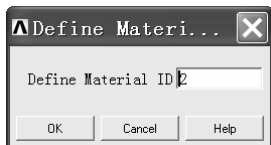
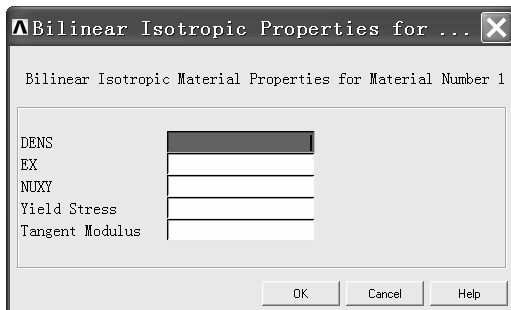

图 3-166 “Define Materi...” 窗口
图 3-167 “Bilinear Isotropic Properties for ...” 窗口
(3) 在“Bilinear Isotropic Properties for ...”窗口中的“DENS”方框处写入“7850”，在“EX”方框处写入“2.1e11”，在“NUXY”方框处写入“0.3”，在“Yield Stress”方框处写入“2e8”，在“Tangent Modulus”方框处写入“2e9”。以上输入表示材料的密度为 7850kg/m^3 ，杨氏模量为 $2.1 \times 10^{11}\text{Pa}$ （注意 2.1e11 表示 2.1×10^{11} ），泊松比为 0.3，屈服应力为 $2 \times 10^8\text{Pa}$ ，切线模量为 $2 \times 10^9\text{Pa}$ 。
(4) 单击“Bilinear Isotropic Properties for ...”窗口中的“OK”按钮。
(5) 单击“Define Material Model Behavior”窗口左上角处下拉菜单中的“Material”，再单击“New Model...”，出现“Define Materi...”窗口（见图 3-166）。
(6) 单击“Define Materi...”窗口中的“OK”按钮。
(7) 单击“Define Material Model Behavior”窗口中右边方框中的“Bilinear Isotropic”（打开“Bilinear Isotropic”的方法是单击“LS-DYNA”，再单击“Nonlinear”，再单击“Inelastic”，再单击“Isotropic Hardening”），出现“Bilinear Isotropic Properties for ...”窗口（见图 3-167）。
(8) 在“Bilinear Isotropic Properties for ...”窗口中的“DENS”方框处写入“7850”，在“EX”方框处写入“2.1e11”，在“NUXY”方框处写入“0.3”，在“Yield Stress”方框后写入“2e8”，在“Tangent Modulus”方框后写入“2e9”。
(9) 单击“Bilinear Isotropic Properties for ...”窗口中的“OK”按钮。
(10) 单击“Define Material Model Behavior”窗口右上角的叉号关闭该窗口。